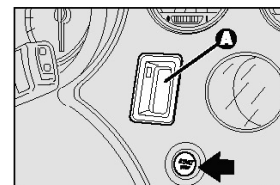

Рис. 14
- Считывающего устройства **A-** рис.14 замка зажигания (расположенного сбоку от руля);